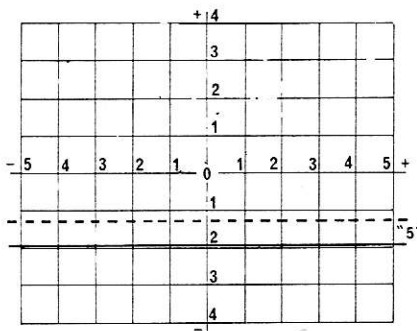

Figure 17
12) Une fois les huit tracés sur l'écran, on peut vérifier le bon fonctionnement de l'inverseur Ns/No. On doit ainsi faire apparaître une trace et une seule à la position où elle était au paragraphe 11, cette trace est celle qui a le numéro qui est indiqué sur le sélecteur de voie (figure 17).